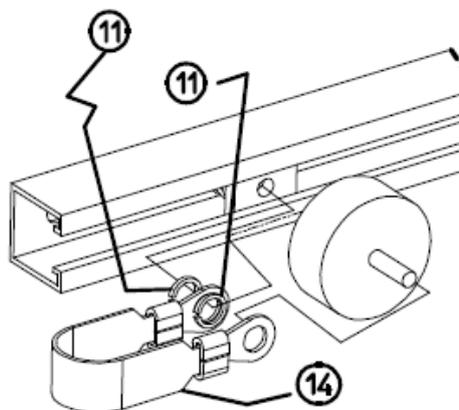

图 9 接地带
- 5) 找到四只 3/8 英寸锁紧垫圈(11)、四个防震垫(12)、一条接地带(14)。把油冷却器的四个安装孔和四个已经安装好的弹簧螺母的孔对齐。把油冷却器上部的每个孔都塞一只防震垫(12)，把它放到位，这时不必太紧。把接地带(14)的一端安装在左下方的安装孔上，放在油冷却器和弹簧螺母之间，在接地带的前后各放一个锁紧垫圈(11) (参见图 9)。把另外两个防震垫安装在油冷却器下方，放在和槽钢之间。确保这四只防震垫和油冷却器紧密接触。